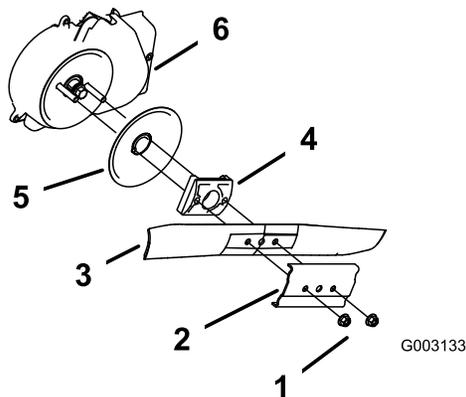

Bild 52
3. Entfernen Sie die beiden Messermuttern und die Verstärkung (Bild 52).
4. Entfernen Sie das Messer (Bild 52).
5. Entfernen Sie den Messermitnehmer und die Antiskalpierscheibe (Bild 52).
6. Entfernen Sie das Schutzblech des Systems zum Anhalten des Messers (Bild 52).
10. Befestigen Sie das Messer und die Verstärkung mit den zwei zuvor entfernten Messermuttern (Bild 52).